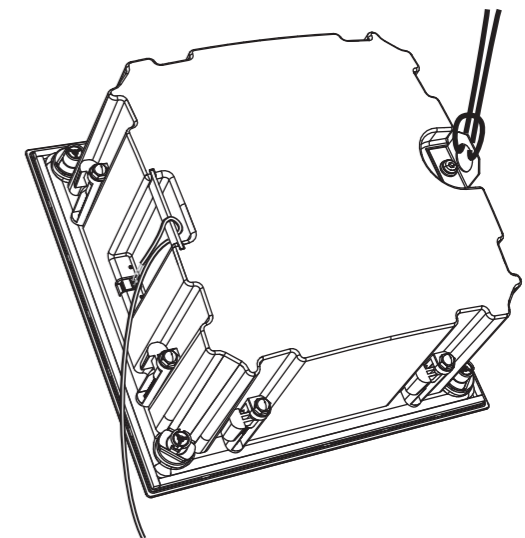

Fig. 16. Connecting the secondary safety to the back can
1. Sluit, terwijl de achterkant correct is aangesloten, zoals hierboven weergegeven, een secundaire veiligheidskabel aan op de metalen bevestigingslus aan de achterkant van de achterkant. Het andere uiteinde van de secundaire veiligheidskabel moet worden vastgemaakt aan een geschikt sterk montagepunt in het plafond (Fig.16).